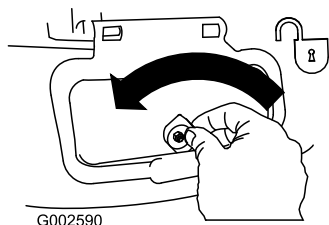

Figure 40
1. Unlock the side discharge door (Figure 40).